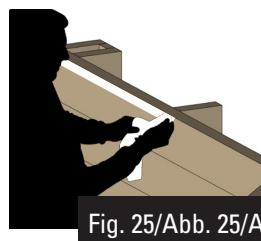

Fig. 25/Abb. 25/Afb. 25
- Collez l'adhésif double face pan par pan, en, l'alignant au sommet des madriers supérieurs (figure 25). Si le bois est un peu humide ou poussiéreux, vous pouvez l'adoucir avec un papier de verre pour faciliter l'adhérence.
- Kleben Sie das doppelseitige Klebeband, Paneel nach Paneel, auf, indem Sie es am oberen Teil der oberen Bretter ausrichten (Abb. 25). Wenn das Holz ein wenig feucht oder staubig ist, können Sie es mit Sandpapier glätten, um das Anhaften zu erleichtern.